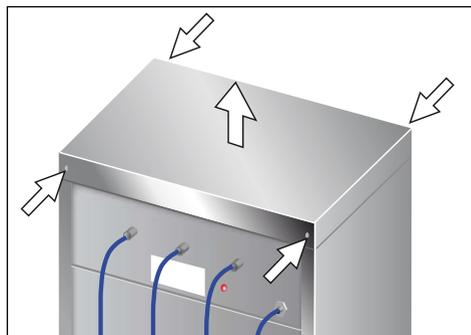

Abb. 5
4. Deckel der zentralen Wasserversorgung demontieren. Dazu die vier Schrauben an der Vorder- und der Rückseite entfernen und Deckel abheben (Abb. 5).